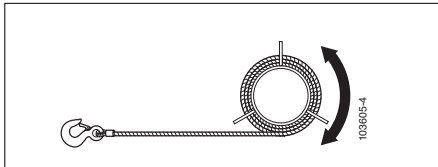

Abb. 4
- Das Seil ganz flach und geradlinig und nicht schräg ab- und aufwickeln (Abb. 4); dadurch wird die Bildung von Schlaufen oder Knicken vermieden, die das Seil für den scafor™ unbenutzbar machen.